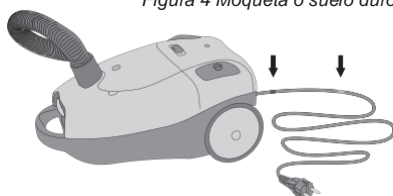

Figura 5 Marcas en el cable
6. El cable lleva una marca amarilla y otra roja, véase la figura 5. Desenrolle el cable hasta alcanzar la marca amarilla.